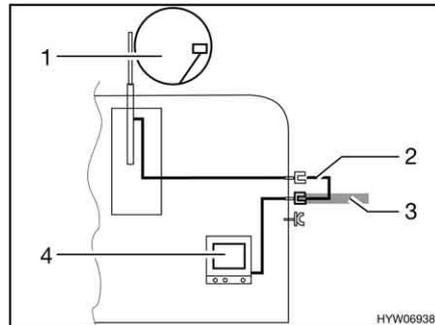

Bild 148 TV im Fahrzeug
- TV im Fahrzeug (Bild 148,4): Anschluss an Dachantenne (Bild 148,1) mit Verbindungskabel (Bild 148,2)
- TV im Fahrzeug (Bild 148,4): Anschluss an externe Antenne (Bild 148,3)